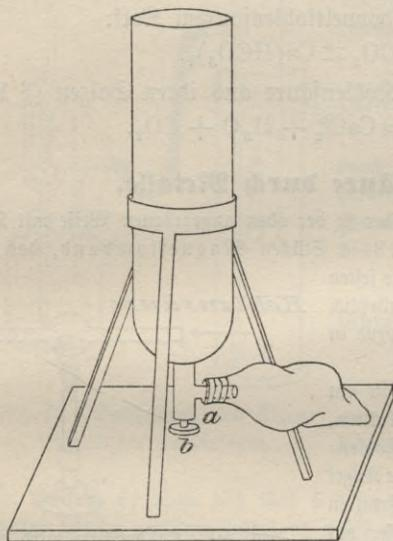

Fig. 51. Erzeugung fester Kohlensäure aus flüssiger.
*** Versuch 2** (Fig. 51): Wenn eine mit flüssiger Kohlensäure gefüllte Bombe